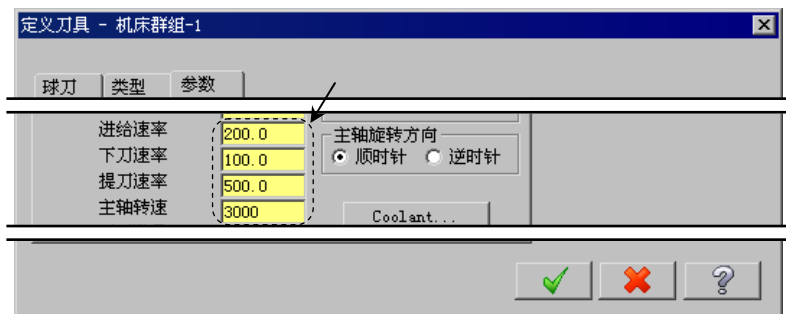

图 7.18 “参数”选项卡
(1) 完成上步操作后，在“2D 刀具路径-外形铣削”对话框的刀具列表框中显示出 Step6 所选择的刀具，双击该刀具，系统弹出“定义刀具-机床群组-1”对话框。
(2) 设置刀具号码。在“定义刀具-机床群组-1”对话框的 **刀具号码** 文本框中，将原有的数值改为 3。
(3) 设置刀具的加工参数。单击“定义刀具-机床群组-1”对话框中的 **参数** 选项卡，设置图 7.18 所示的参数。